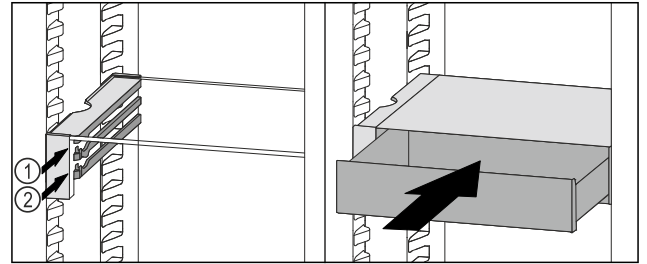

Fig. 82
- ▶ A VarioSafe-fiókot az ütközők mögött helyezze a kívánt bordára a Fig. 82 (1) vagy Fig. 82 (2) szerint.